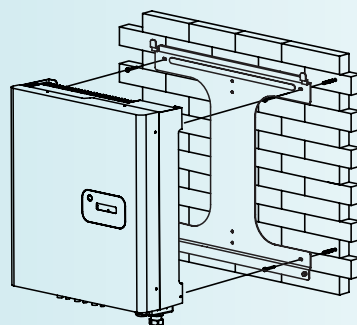
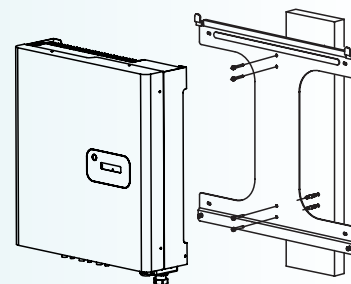

Fig. 5
Fig. 6
- È possibile utilizzare i 4 fori oblunghi situati ai 4 angoli del telaio di montaggio (Fig. 5) oppure i 4 fori tondi allineati sull'asse verticale del telaio stesso (Fig. 6).
- Installare e fissare il supporto avvalendosi delle 4 viti di montaggio (Fig. 5 o 6).